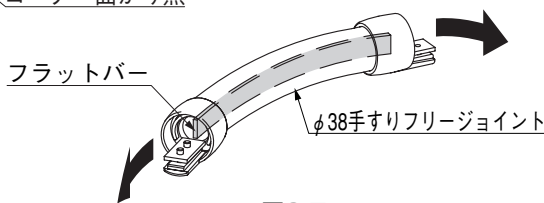

図3-7
- $\phi 38$ 手すりフリージョイントには、曲げることのできる向きが決っています。図3-7のようにフラットバーの向きを確認してから曲げてください。